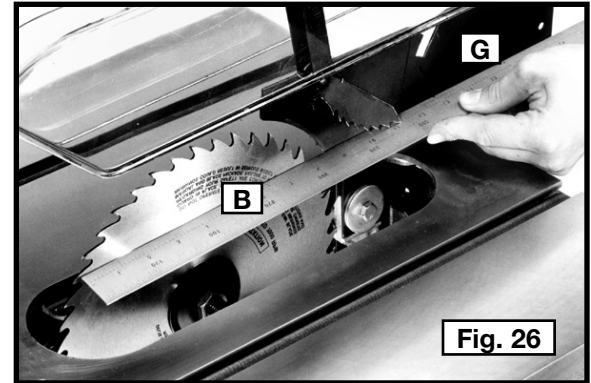
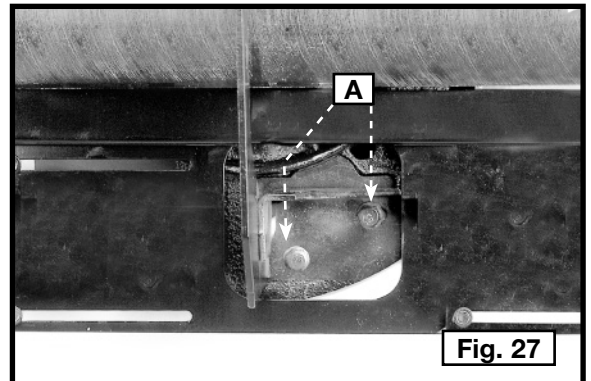

Fig. 26
Fig. 27
Use un borde recto para controlar la alineación de la hoja de la sierra (G) con la parte posterior del hendedor (G), como se muestra en la Fig. 26. Si es preciso alinear, afloje los tornillos (A), Fig. 27, que sostienen el soporte del hendedor en el soporte giratorio trasero. Alinee el hendedor (G), Fig. 26, con la hoja de la sierra y ajuste los dos pernos (A), Fig. 27.